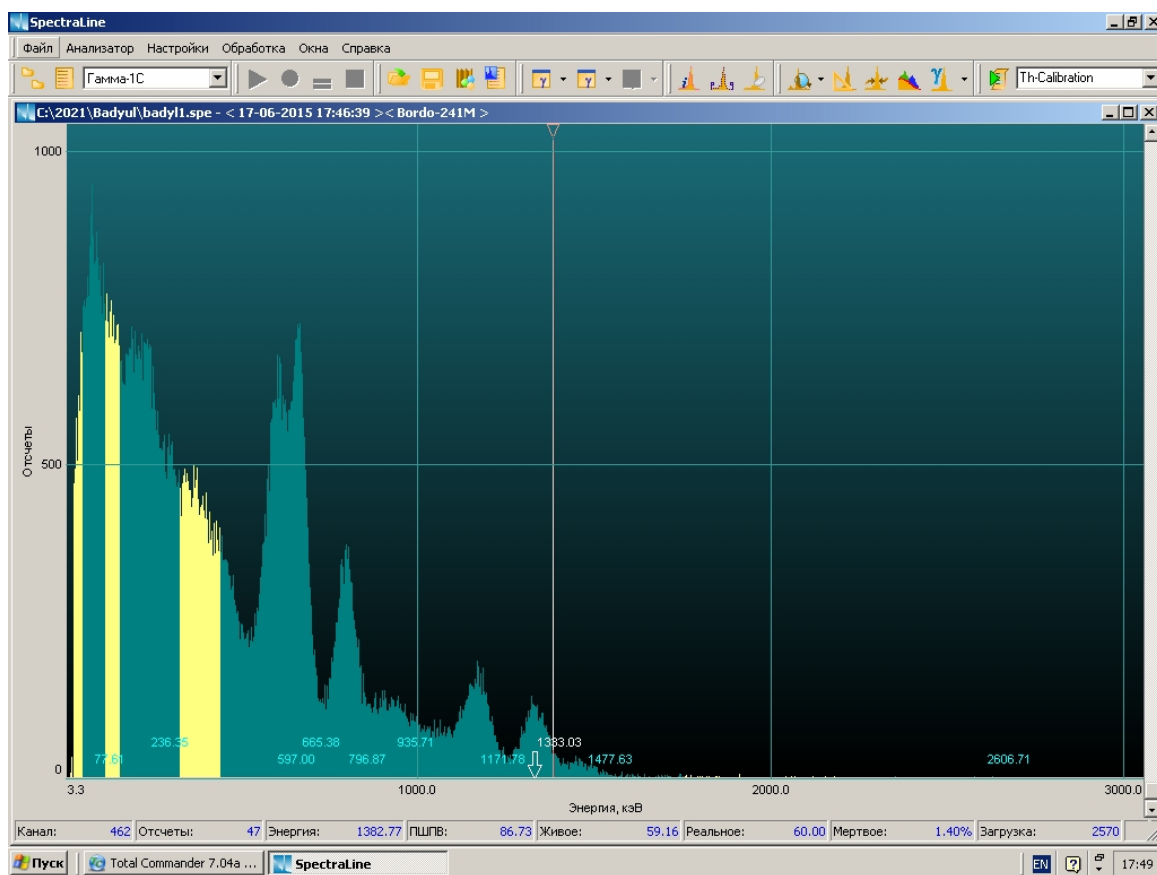

Рис. 3.2 Спектр I пробы
- проба 1 – Cs-137: $1.0E04Bq$; Cs-134: $5.0E03Bq$; Co-60: $5.0E03Bq$ (див. Рис. 3.2)